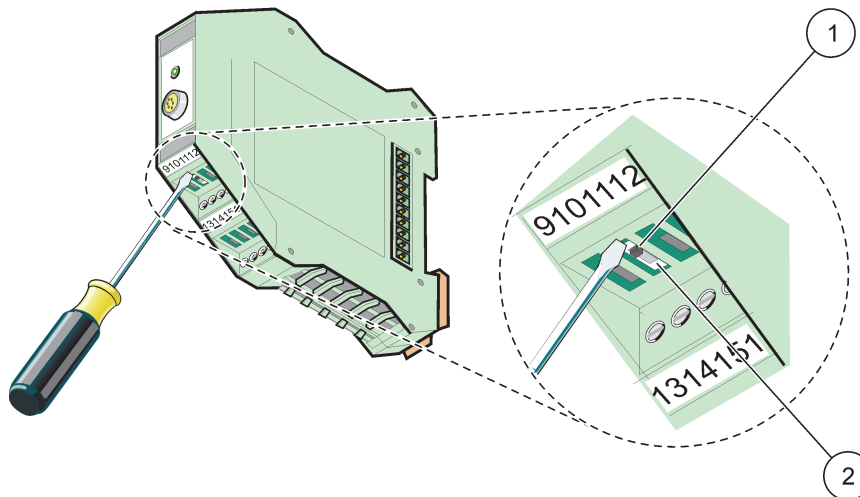

Figura 75 Cambio de la terminación de red
1. Desactive el conmutador (terminación de red) del módulo (Figura 75).